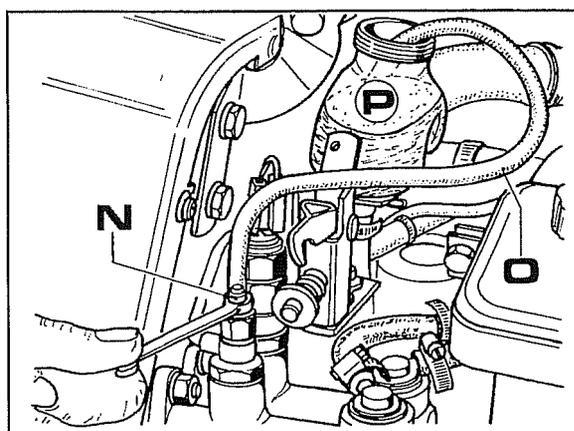

Fig. 3
3. Para la purga de las bombas es necesario insertar entre el depósito **P** fig. 3 y el tornillo de purga **N**, un tubo flexible transparente (**O** fig. 3). Aflojar dicho tornillo de purga, pisar varias veces los pedales de frenos (unidos) hasta que no se vean ya por el tubo burbujas de aire, luego bloquear el tornillo.